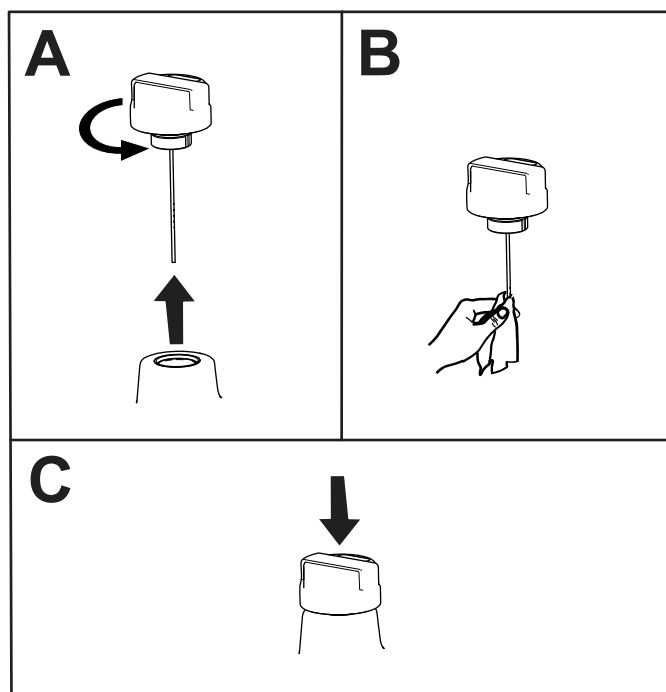

図 54
3. 油圧タンクからディップスティックのキャップを取り外し、清潔な布で拭き取る(図 54)。
4. ディップスティックのキャップを油圧タンクに挿入する(図 54)。